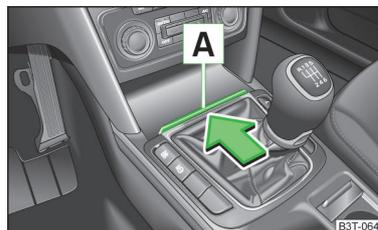

Abb. 64
➤ Auf die Deckelkante **A** » Abb. 64 in Pfeilrichtung drücken.
- Den Aschenbecher öffnen » Abb. 64 auf Seite 79.